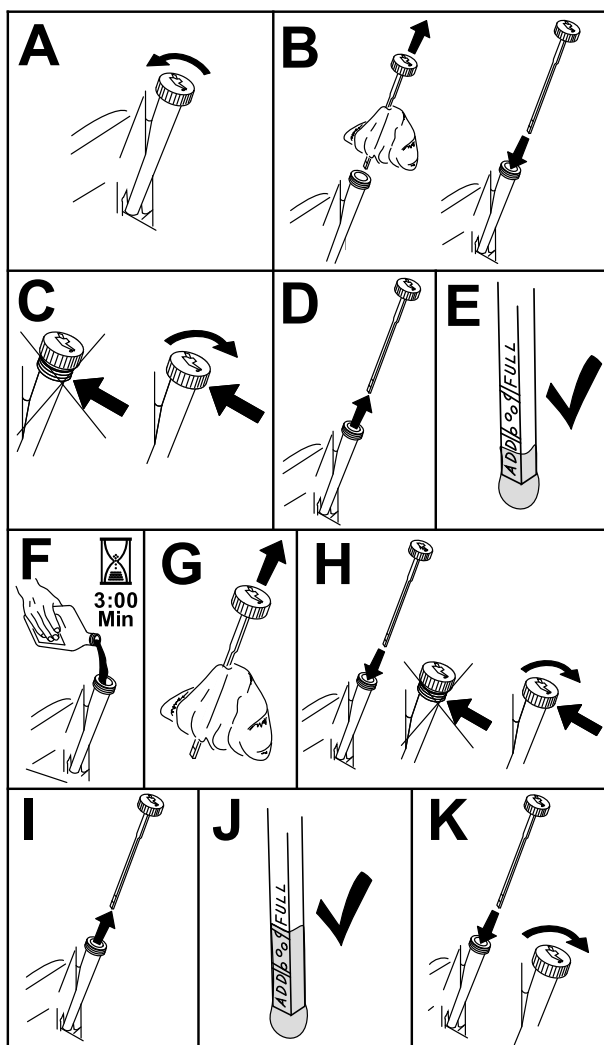

Figura 44
3. Per evitare morchia, residui d'erba, ecc. nel motore, pulite l'area attorno al tappo e all'asta di livello dell'olio prima della rimozione (Figura 44).